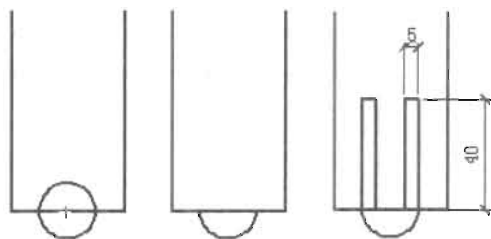

图 4-180
(4) 单击“绘图”工具栏中的“圆”按钮, 捕捉底边上的中点绘制一个半径为10mm的圆, 然后用 Trim (修剪) 命令剪掉一半, 再分别捕捉圆弧的两个端点为起点绘制两个矩形, 如图4-180所示。